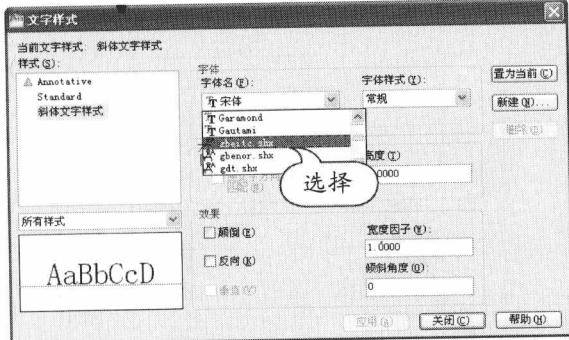

图 1-14 选择字体
**STEP 03** 选择字体。在“字体名”下拉列表中选择字体，如图 1-14 所示。